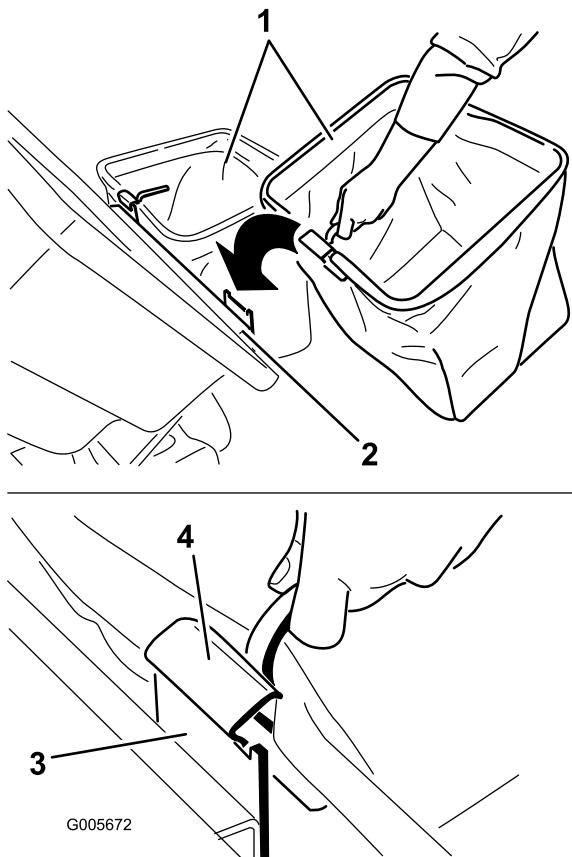

Figure 14
- Soulevez le couvercle et installez les bacs en glissant les crochets de l'armature sur les pattes de retenue (Figure 14).